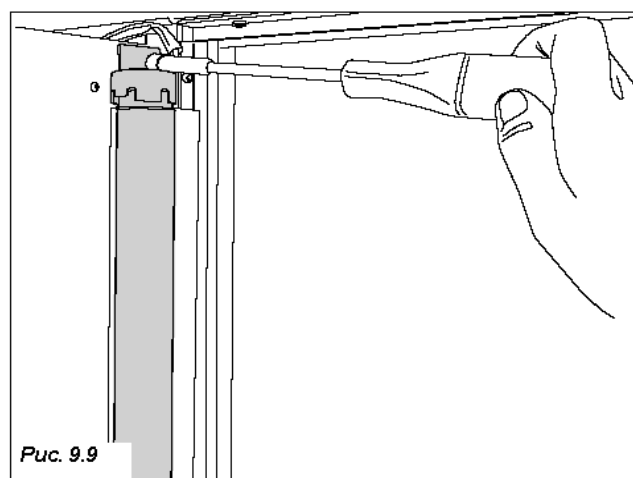

Рис. 9.9
- выверните крепежные винты кронштейна лампы (Рис. 9.9).